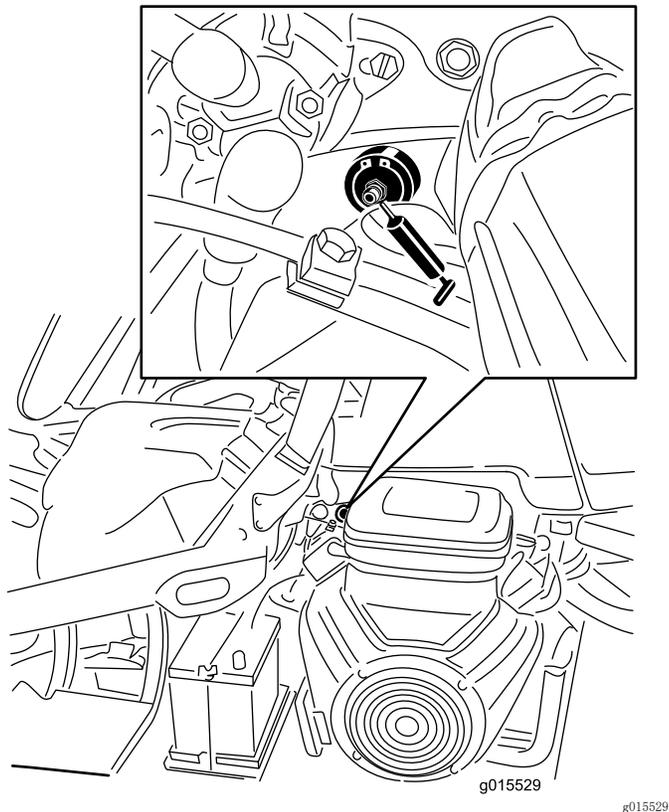

图 28
1. 擦干净黄油嘴，这样就不会导致异物进入轴承或轴套中（图 28）。